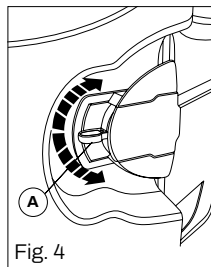

Fig. 4
- Tire de la manija **A** hacia el interior para desbloquear la cerradura. (Fig. 4)
- Empuje la manija **A** hacia el interior para desbloquear la cerradura. (Fig. 4)